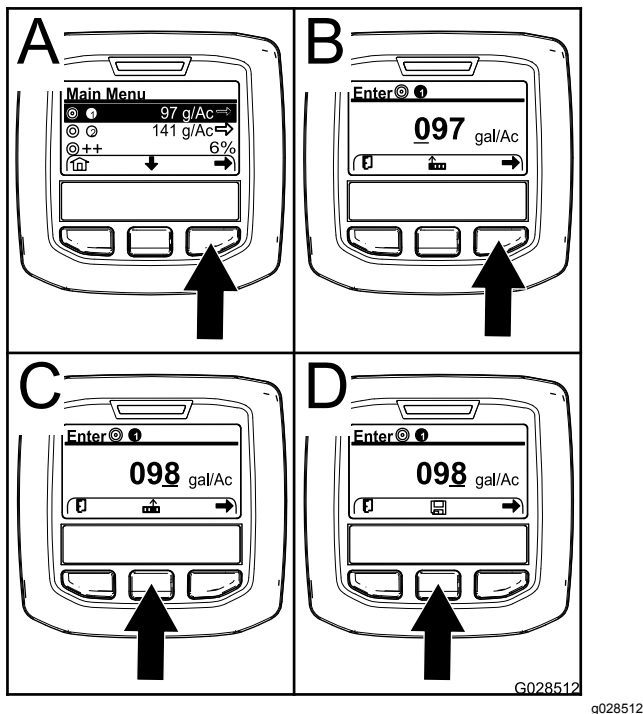

Bild 67
2. Drücken Sie ggf. die mittlere Auswahltaste, um die Dosierung für das Sprühprogramm 1 zu markieren (Bild 67).
3. Drücken Sie die rechte Auswahltaste, um das Sprühfahrzeugprogramm 1 auszuwählen (A in Bild 67).
- Drücken Sie die rechte Auswahltaste (B in Bild 67), um den Cursor auf die nächste numerische Stelle nach rechts zu verschieben.
- Drücken Sie die mittlere Auswahltaste (C in Bild 67), um den numerischen Wert zu erhöhen (0 bis 9).
Hinweis: Das Symbol „Speichern“ wird über der mittleren Auswahltaste angezeigt (D in Bild 67).
6. Drücken Sie die mittlere Auswahltaste (D in Bild 67), um die Programmierung für die Dosierung zu speichern.